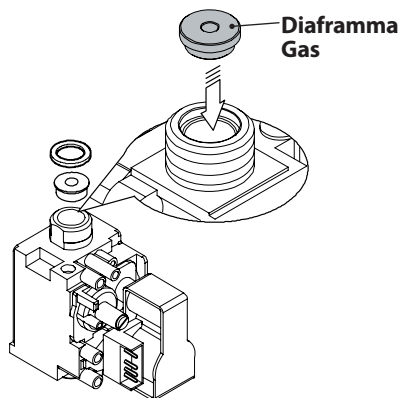

Figura 8.2
- Eseguire la trasformazione del tipo di gas sostituendo correttamente il diaframma gas (Figura 8.2), facendo riferimento alla sezione "Dati tecnici" pag. 30 (modelli M260.1616 SV/T), pag. 33 (modelli M260.2025 SV/T) e pag. 36 (modelli M260.3035 SV/T).